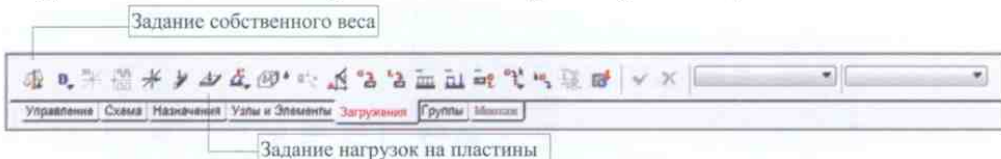
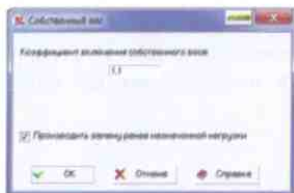

Рис. 4.7-9. Инструментальная панель Загружения
Рис. 4.7-10. Диалоговое окно Собственный вес
В качестве первого загружения примем собственный вес плиты. Для его назначения используется одноименная операция в инструментальной панели (рис. 4.7-9). После нажатия кнопки **Собственный вес** появляется диалоговое окно, в котором задается коэффициент, с которым нагрузка от собственного веса будет включена в загружение (рис. 4.7-10).
- в инструментальной панели **Загружения** нажать кнопку **Задание нагрузок на пластины** (рис. 4.7-9);